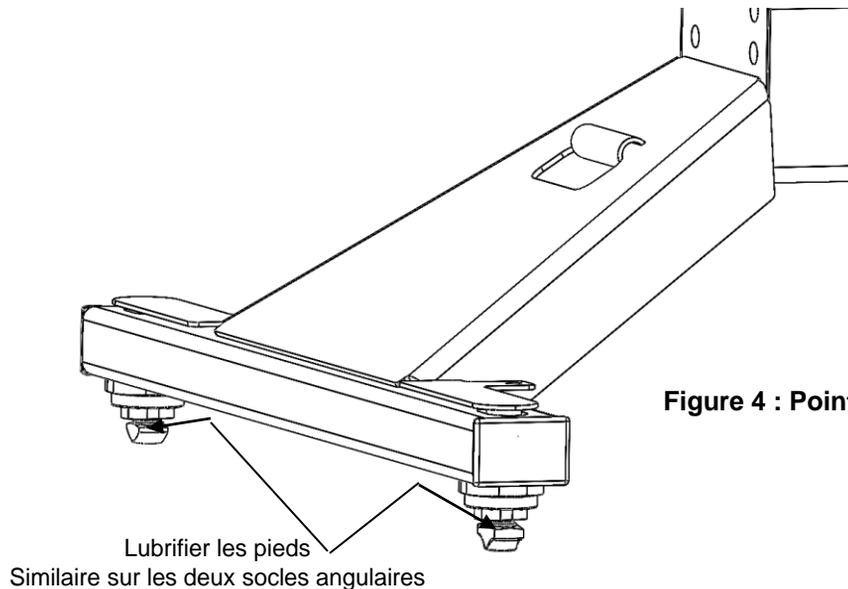

Figure 4 : Points de lubrification
3. Lubrifier les pieds avec de la graisse au lithium pour faciliter l'insertion, comme illustré à la Figure 4.
6. Enlever l'attelage et lubrifier les tiges en T dans les manchons avec de la graisse au lithium (voir Figure 4). Replacer l'attelage dans les réceptacles.